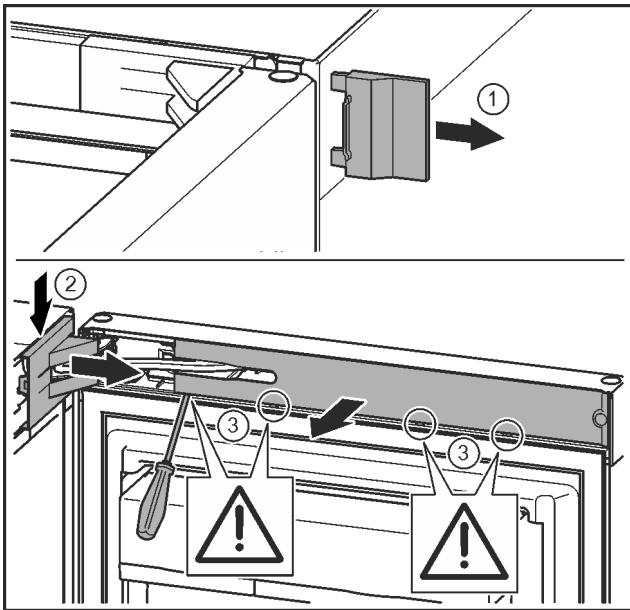

Fig. 12
- ▶ Sejměte vnější kryt. Fig. 12 (1)
- ▶ Odjistěte a uvolněte kryt stojanu ložiska. Sejměte kryt stojanu ložiska. Fig. 12 (2)
- ▶ Plochým šroubovákem odjistěte lištu a otočte ke straně. Fig. 12 (3)